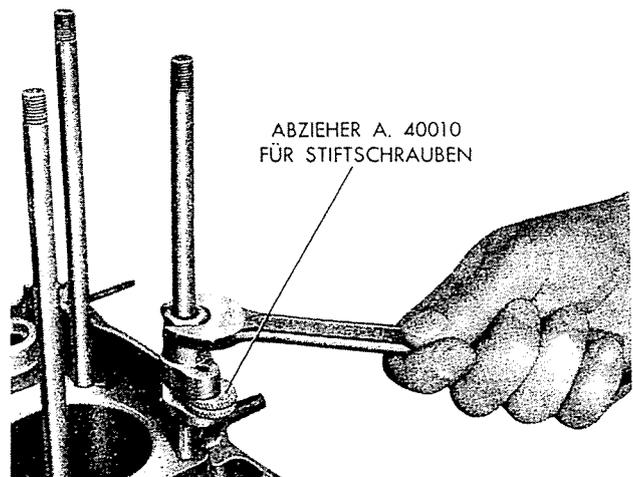

Abb. 16 - Stehbolzen mit Abzieher A. 40010 abnehmen.
**ANM.** - Der Ausbau der Zylinderstehbolzen vom Kurbelgehäuse erfolgt mit Hilfe des Abziehers A. 40010 (Abb. 16).